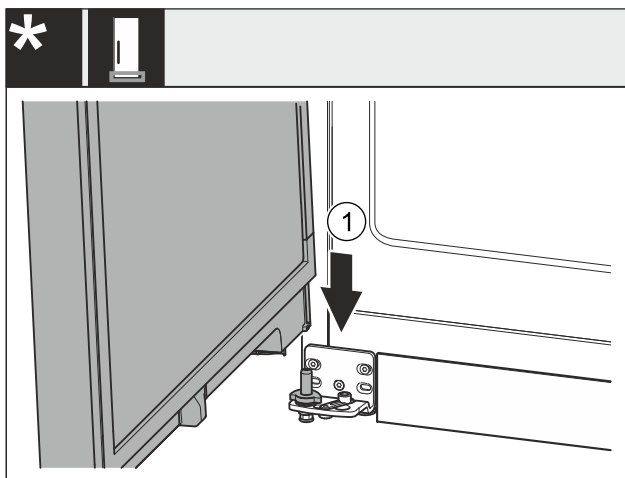

Fig. 29
- Placer la porte Fig. 29 (1) depuis le haut sur l'axe de palier inférieur.